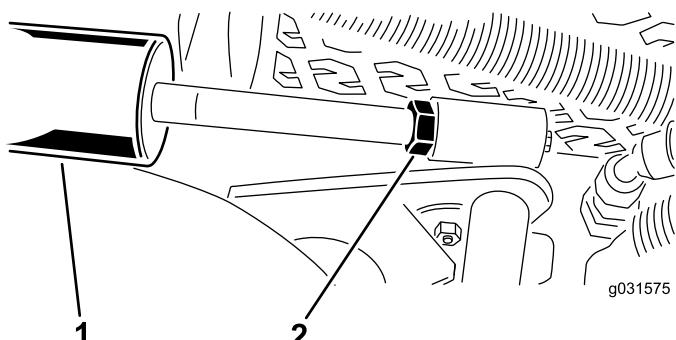

Figura 16
- Baje las unidades de corte y afloje la contratuerca del cilindro (Figura 16).